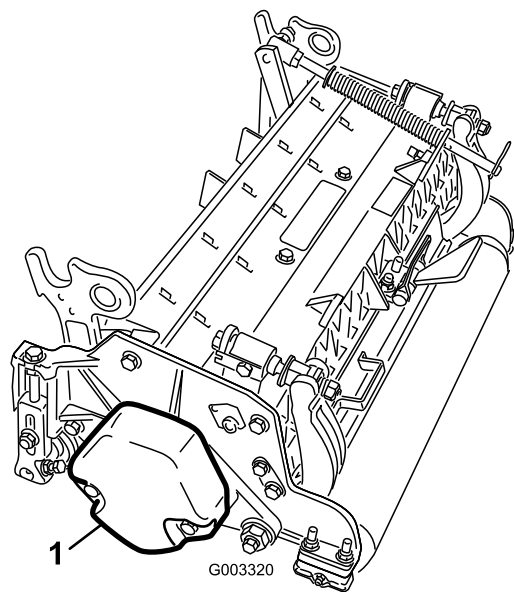

**Figura 8**
8. Avvitare il bullone nell'altro braccio della staffa di chiusura del cofano per fissare il fermo in posizione (Figura 8).